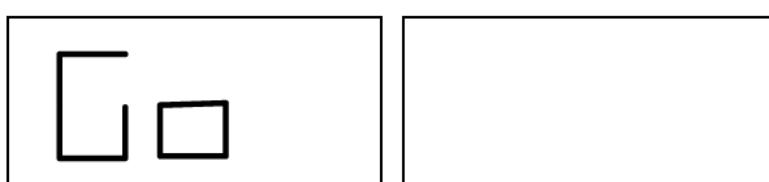

Рис. 5.5 Сообщение "Выполните запуск"
4. Нажмите [P4]  Появится сообщение, рисунок 5.5;